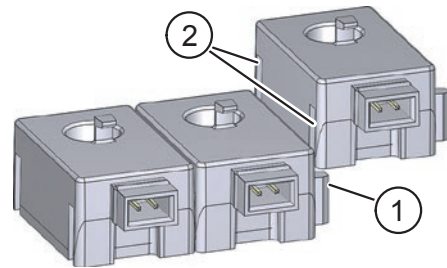

Abb. 2: Stromsensoren verketteten
- ▶ Verketteten Sie die Stromsensoren miteinander, indem Sie die Nut (Pos. 2 in Abb. 2) auf die Nase (Pos. 1 in Abb. 2) schieben.